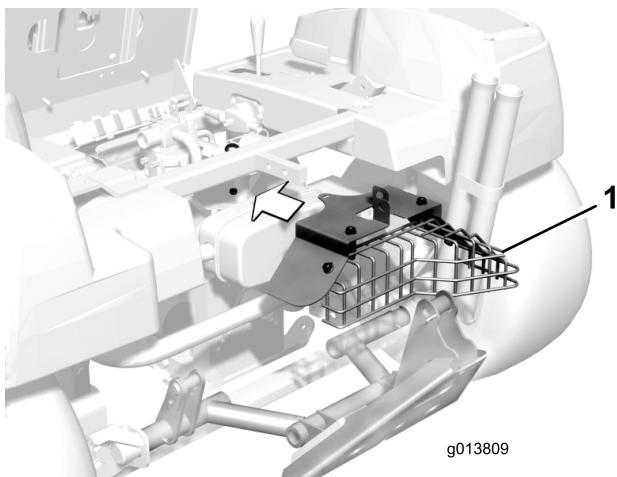

Bild 9
13. Bringen Sie das Schutzblech so an, dass die Befestigungslaschen über die oberen Befestigungslöchern der Rollenplatte verlaufen und die Maschinenschraube in das hintere Loch am Schutzblech passt. Befestigen Sie das Schutzblech lose mit der Mutter an der Maschinenschraube (Bild 9).